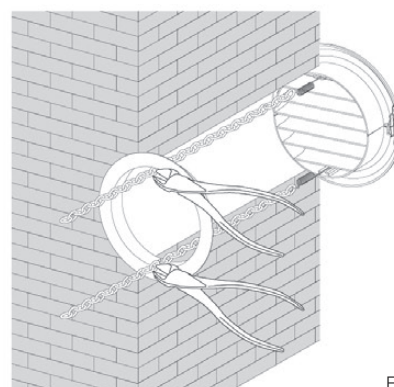

Fig.9
- Tagliare con un tronchese le maglie della catenella in eccesso (fig. 9)